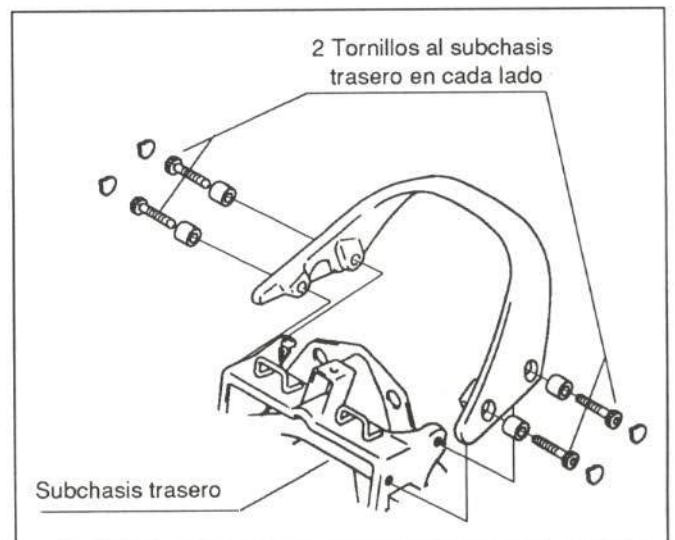

Figura 21.- Unión del asidero pasajero
- Asidero pasajero (figura 21)